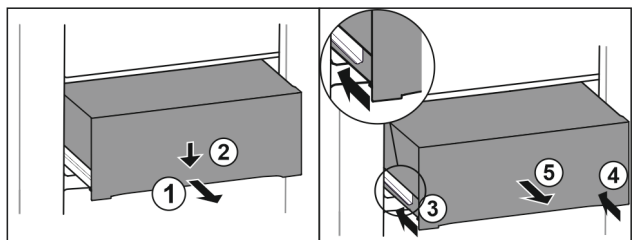

Fig. 107
- ▶ 将抽屉拉出一半。 Fig. 107 (1)
- ▶ 朝下按压正面的抽屉。 Fig. 107 (2)
- ▶ 将左侧轨道推入大约 2 cm。 Fig. 107 (3)
- ▶ 将右侧轨道推入大约 2 cm。 Fig. 107 (4)
- ▶ 朝前取出抽屉。 Fig. 107 (5)